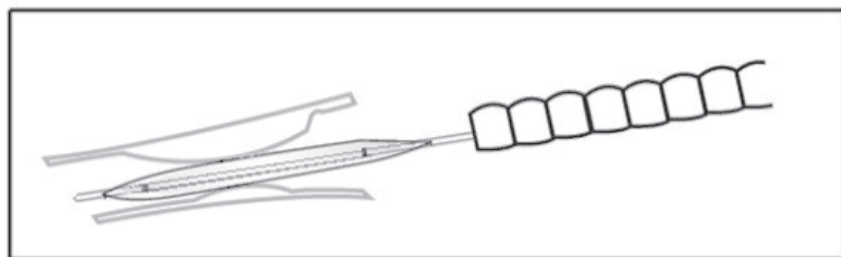

Figura 3
5. Introduzca el balón en el canal de trabajo del endoscopio y hágalo avanzar hasta que atraviese la estenosis. Continúe haciendo avanzar el balón hasta alcanzar la posición deseada. La posición se puede verificar mediante fluoroscopia con la ayuda de marcadores radiopacos (véase la figura 3).